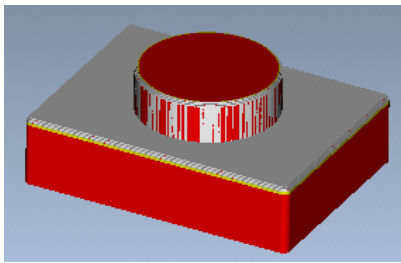

图 3.11.14 运行结果
Step1. 在“粗加工”操控板中，单击  按钮，系统弹出“VERICUT 7.1.5 by CGTech”窗口，单击  按钮，运行结果如图 3.11.14 所示。